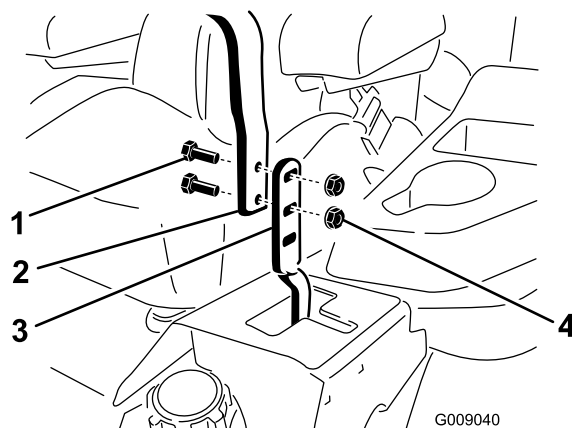

Bild 62
3. Lösen Sie die Schrauben und die Bundmuttern, die in den Hebeln installiert sind (**Bild 62**).